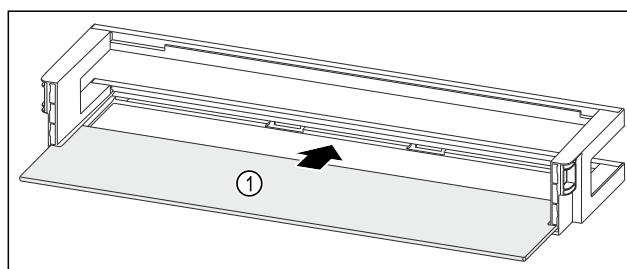

Fig. 243 Raft montat pe ușă cu raft
- ▶ Împingeți în interior raftul Fig. 243 (1) în degajările laterale.